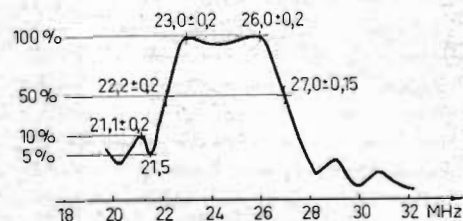

Fig. 3. MF-kurvan för TV-mottagare typ 350 S från Grundig.
- Svepgeneratoren inställes för  $20\text{--}30 \text{ MHz}$ . MF-kurvan, som iakttages på oscilloskopet, skall ha ett utseende enligt fig. 3. Med L1 inställes kurvan till samma höjd vid  $23$  och  $26 \text{ MHz}$ .